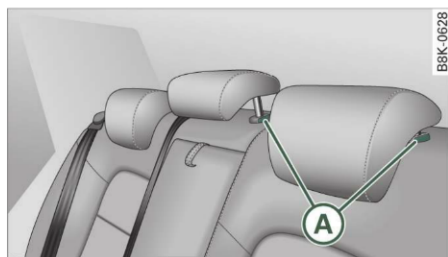

Fig. 60 Scaunele spate: tetierele
- Pentru a regla tetiera în jos, apăsați tasta **A** ⇒ fig. 60 și împingeți tetiera în jos.